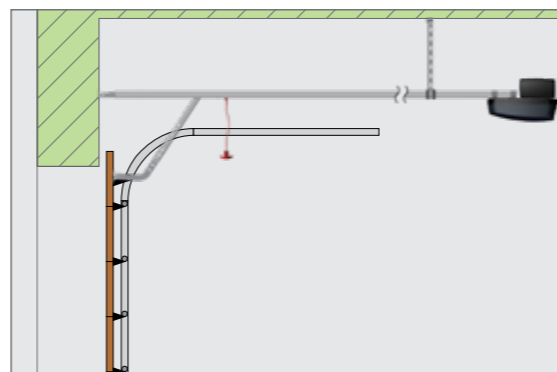

FIGURA 1
- El riel de accionamiento debe estar paralelo al techo como se muestra en la Figura 1.